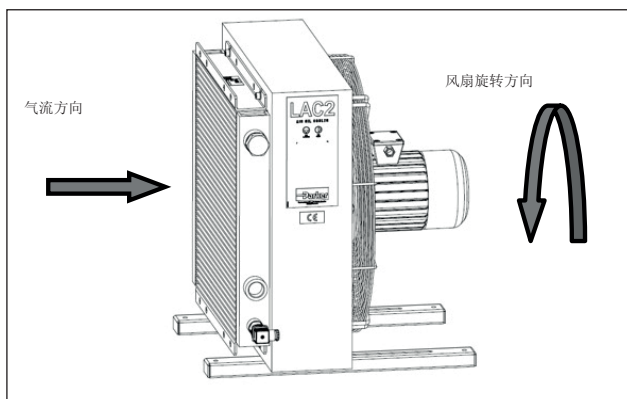

图 24
6. 运行时，检查风机介入时，旋转方向和风向是与图图 24中的示意图相符的。